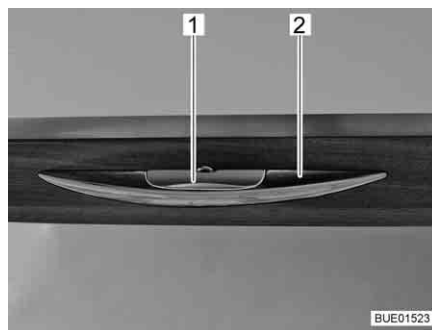

Fig. 82 Tirador con listón de desbloqueo
- Pulsar y mantener pulsado el listón de desbloqueo (Fig. 82,1).
- Tirar del tirador (Fig. 82,2) hasta que la trampa de mueble esté abierta.